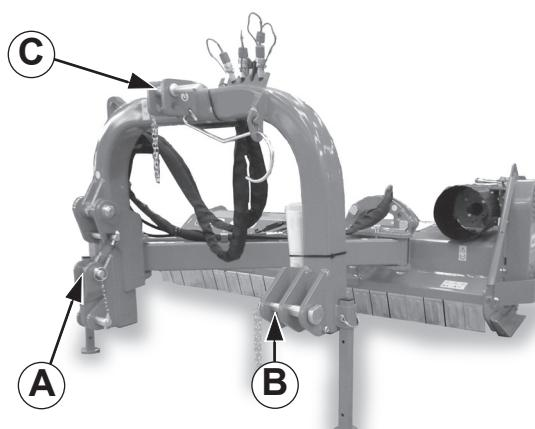

Fig. 8
Le piastre (A-B-C Fig. 8) vanno montate sempre e solo come illustrato in Fig. 8 con i fori posizionati anteriormente al tubo quadro.
1 - Accostare le barre del sollevatore ponendole all'interno delle piastre (A-B-C Fig. 8), inserire il perno nel foro predisposto e bloccare con le copigliie a scatto.
The plates (A-B-C Fig. 8) are always mounted only as illustrated in Fig. 8, with the holes positioned in front of the square tube.
- 1- Near the lift bars, setting them in the most suitable plates (A-B-C Fig. 8). Insert the pin into the relative hole and lock in place with the snap-in split pins.
4 -Collegare il terzo punto superiore (C Fig.8) ed effettuare una corretta regolazione con il tirante, verificando che il piano superiore della macchina risulti parallelo al piano terra.
4 - Connect the upper third-point (C Fig. 8) and correctly regulate by means of the adjuster, checking that the upper surface of the machine is parallel to the ground.